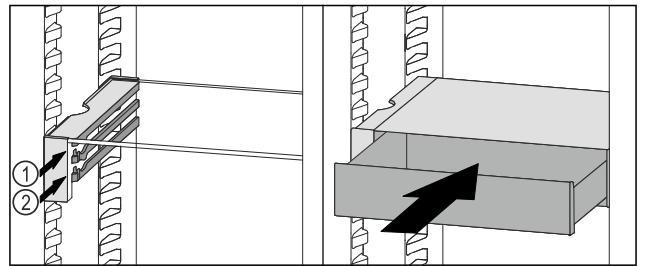

Fig. 101
- ▶ Встановити висувний ящик VarioSafe за стопорами на потрібне ребро Fig. 101 (1) або Fig. 101 (2).